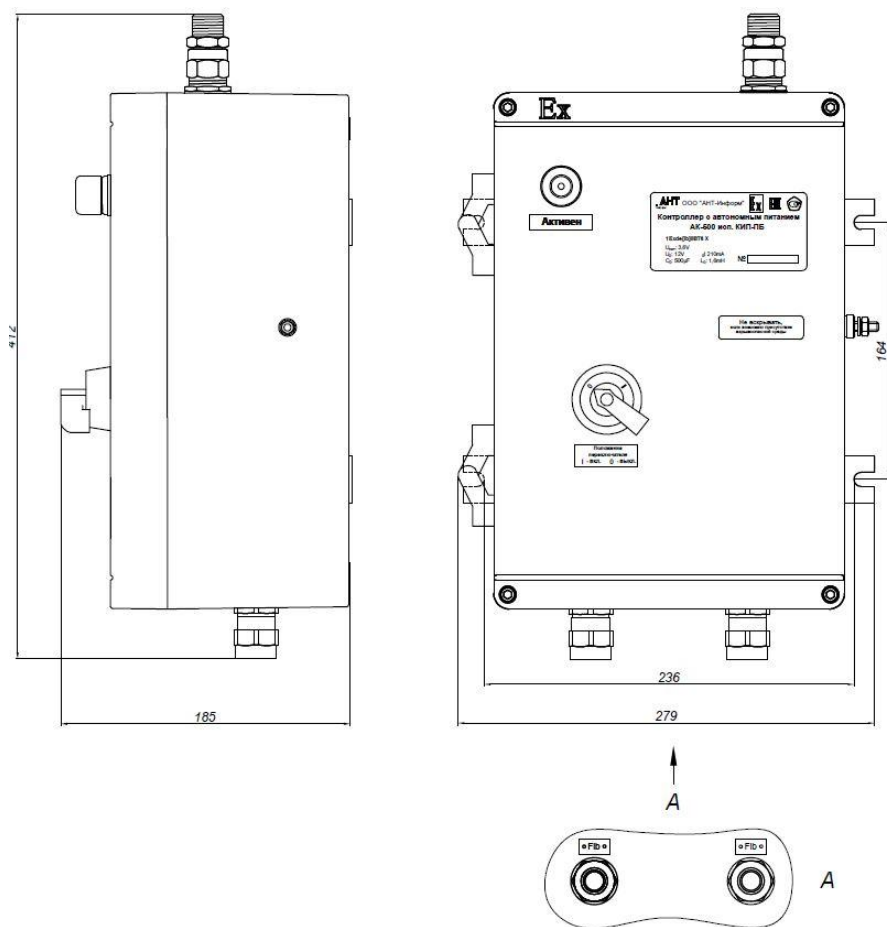

Рисунок 1.5. Внешний вид контроллера «КИП-ПА» и «КИП-ПБ»
- 7) КИП-ПА – в пластиковой оболочке с повышенной защитой против взрыва с двумя кабельными вводами снизу и одним антенным сверху по комплекту КД АЕТВ.426400.001-06. С перезаряжаемыми элементами питания.И внешним механизмом отключения питания.(рис. 1.5).
- 8) КИП-ПБ – в пластиковой оболочке с повышенной защитой против взрыва с двумя кабельными вводами снизу и одним антенным сверху по комплекту КД АЕТВ.426400.001-07. С непerezаряжаемыми элементами питания.И внешним механизмом отключения питания.(рис. 1.5).